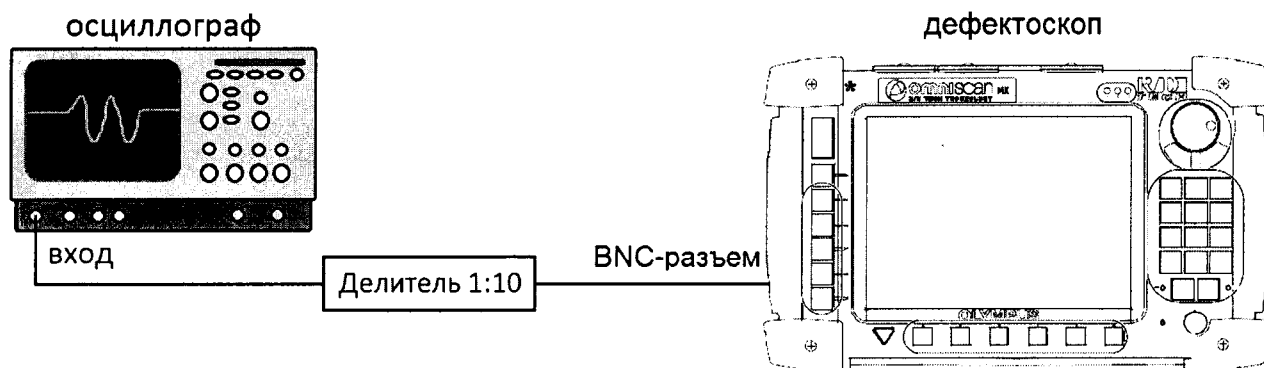

Рисунок 1 – Схема подключения осциллографа к электронному блоку дефектоскопа
8.4.2 Подключить к электронному блоку дефектоскопа осциллограф через BNC-разъем (рисунок 1):